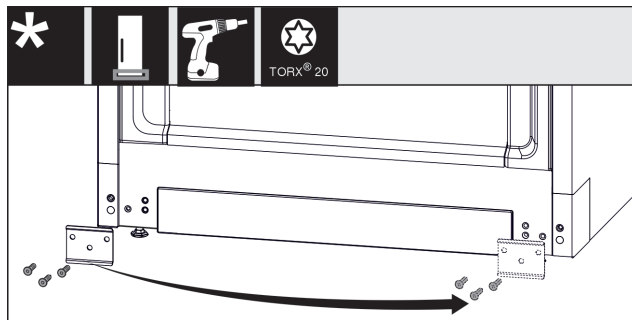

Fig. 14
- Skruva av plåten, sätt den på andra sidan och skruva på den igen. Fig. 14 (1)